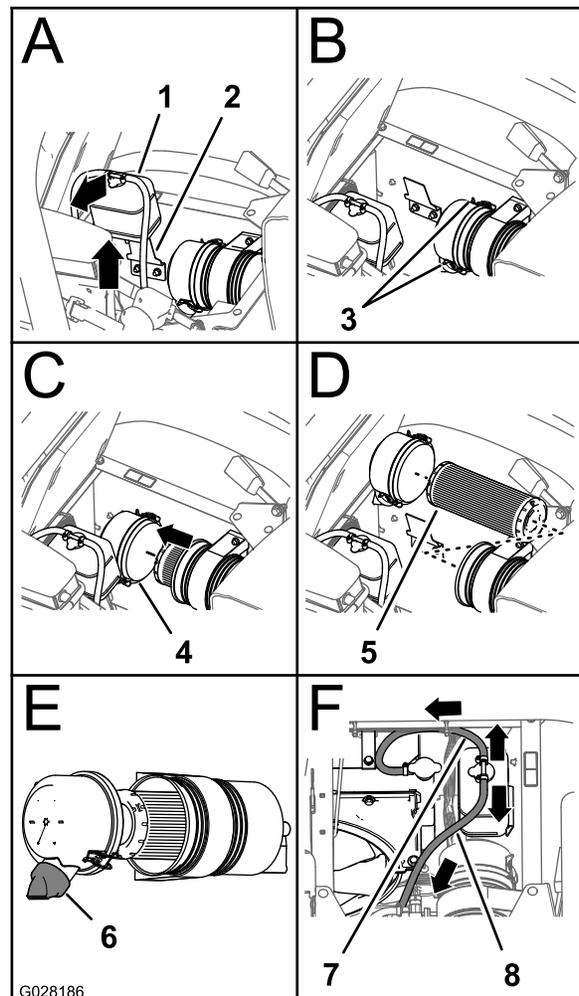

Figura 50
- Levante el depósito de expansión del refrigerante y retírelo del soporte del depósito (Figura 50).
- Abra los 2 enganches que sujetan el tapón guardapolvo a la carcasa del limpiador de aire (Figura 50).
- Limpie el interior del tapón guardapolvo, la carcasa del limpiador de aire y la válvula de polvo con un trapo húmedo (Figura 49 y Figura 50).
- Instale el elemento del filtro de aire en la carcasa del limpiador de aire (Figura 50).
8. Instale la tapa sobre el cuerpo del limpiador de aire y sujétela con los 2 enganches (Figura 50).
Nota: Asegúrese de que la válvula de polvo está en una posición entre las 5 y las 7, vista desde el extremo (Figura 50).
9. Alinee el depósito de expansión del refrigerante con el soporte del depósito y coloque el depósito firmemente (Figura 50).
Importante: Asegúrese de que la manguera de alivio de presión está enrutada hacia delante y hacia abajo, y que la manguera de ventilación está enrutada hacia atrás, según se muestra en Figura 50.